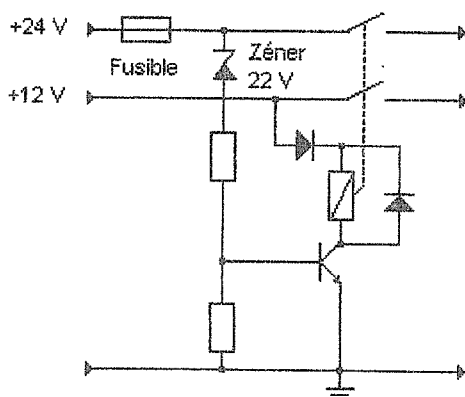

Fig. 4: Sécurité totale 12/24 V.
- détection de tension 24 V par une diode zener qui vient saturer un transistor qui commute le pied du bobinage du relais à la masse. Le relais est un modèle en 12 V, et ne peut donc coller que si les deux tensions sont présentes et connectées au bon endroit > Fig. 4.